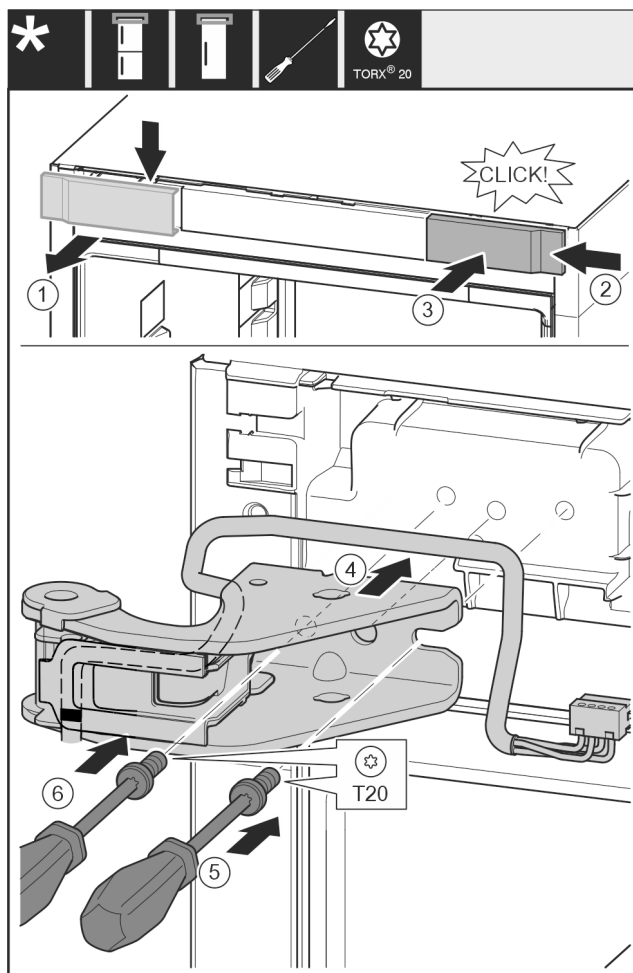

Fig. 32
- Свалете капака от горе напред. Fig. 32 (1)
- Закачете капака, завъртян на 180°, от другата страна отдясно. Fig. 32 (2)
- Фиксирайте капака. Fig. 32 (3)
- Поставете горната лагерна стойка. Fig. 32 (4)
- С отвертка T20 поставете винта и го затегнете. Fig. 32 (5)
- С отвертка T20 вкарайте винта и го затегнете. Fig. 32 (6)